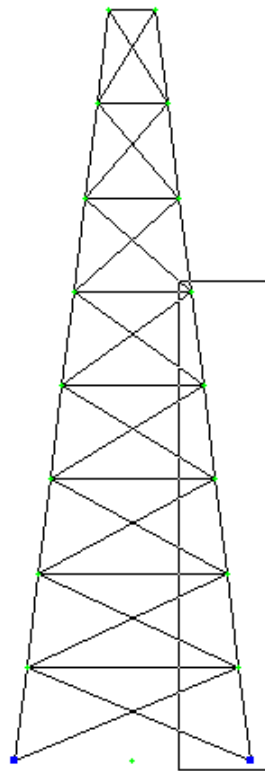

Рис.5.20. Выделение элементов растягиванием «резинового окна»
- Выделите проекцию пяти нижних элементов правой грани башни растягиванием резинового окна, как показано на рис.5.20.